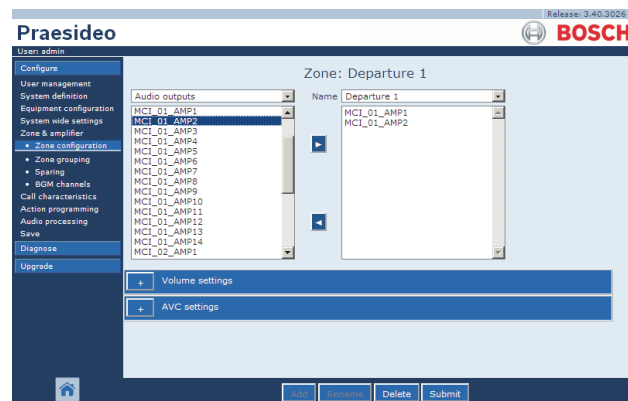

abbildung 46.3: Neue Zone erstellen, Schritt 1
- 1 Rufen Sie *Configure > Zone & amplifier > Zone configuration* auf. Im Mainframe der webbasierten Benutzeroberfläche erscheint ein Bildschirm, der dem in abbildung 46.3 ähnelt.